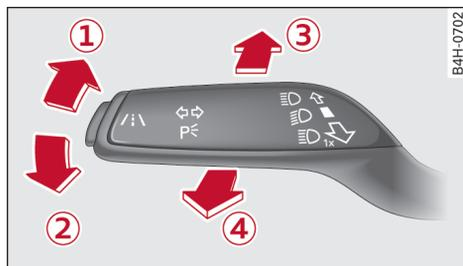

图 44 转向信号灯和远光灯操纵杆
- ▶ 要启用远光灯辅助系统时，请向前轻推操纵杆   第 39 页，图 44。组合仪表显示屏中出现指示灯 ，远光灯自动开启或关闭。如果远光灯部分或完全增开，那么指示灯附加亮起 。